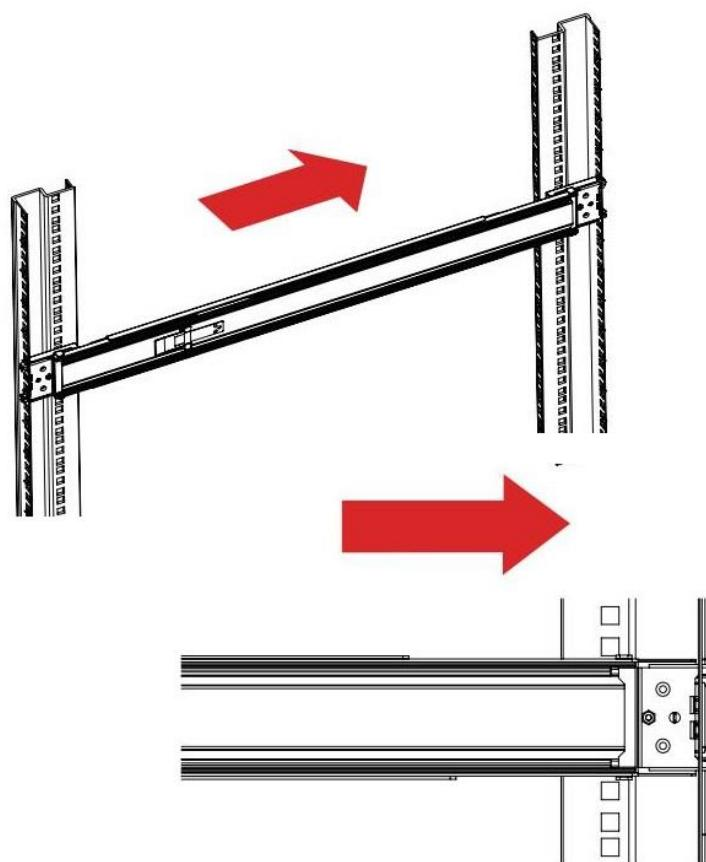

Рисунок 201 – Установка рельса
4. Выровняйте задний конец рельса по горизонтали и защелкните на дальней стороне стойки, как показано на Рисунок 201.